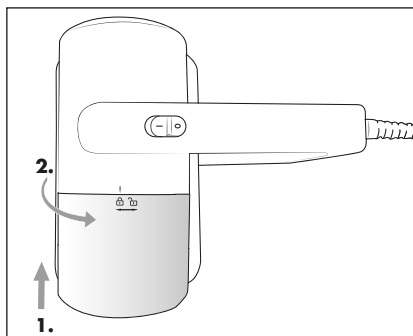

Fig. 9
- 8) Coloque el depósito de polvo ④ en el aparato de forma que la marca del aparato quede sobre el símbolo  (abierto). Gire el depósito de polvo ④ en sentido horario hasta que la marca del aparato quede sobre el símbolo  (cerrado) (fig. 9).